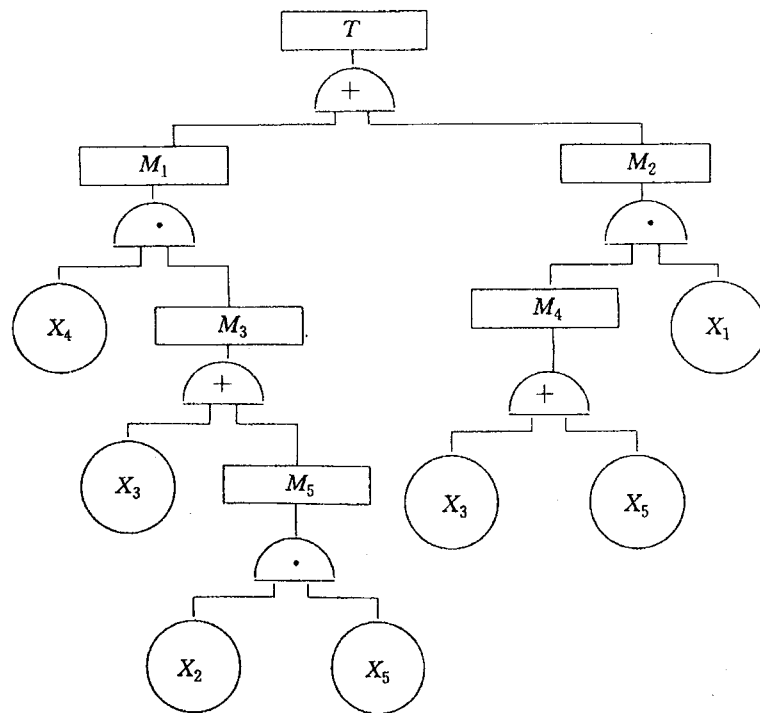

图 2 事故树示意图
2. 图 2 为一事故树示意图, 请分别用该事故树的最小割集和最小径集绘制其等效事故树图。